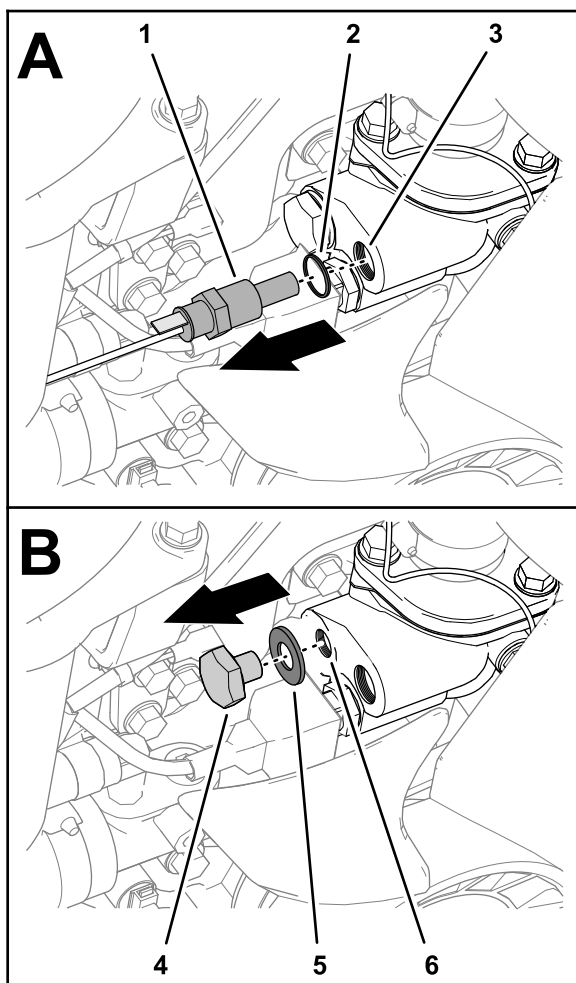

Figure 23
2. Déposez la sonde de température et le joint de l'orifice arrière de la pompe à eau (Figure 23).
3. Déposez le bouchon et le joint de l'orifice avant de la pompe à eau (Figure 23).